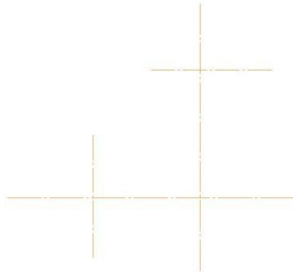

Рисунок 1
1. Выполнить разметку детали – вычерчиваются все осевые линии (рис.1).